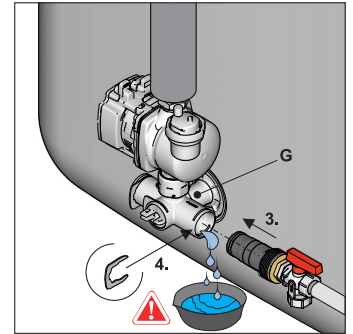

Bild 6-6 KFE-Befüllanschluss in Anschlusswinkel montieren
Tab. 6-1 Legende zu Bild 6-1 bis Bild 6-6
- KFE-Befüllanschluss in den Anschlusswinkel einstecken und mit Halteklammer sichern (Bild 6-6).